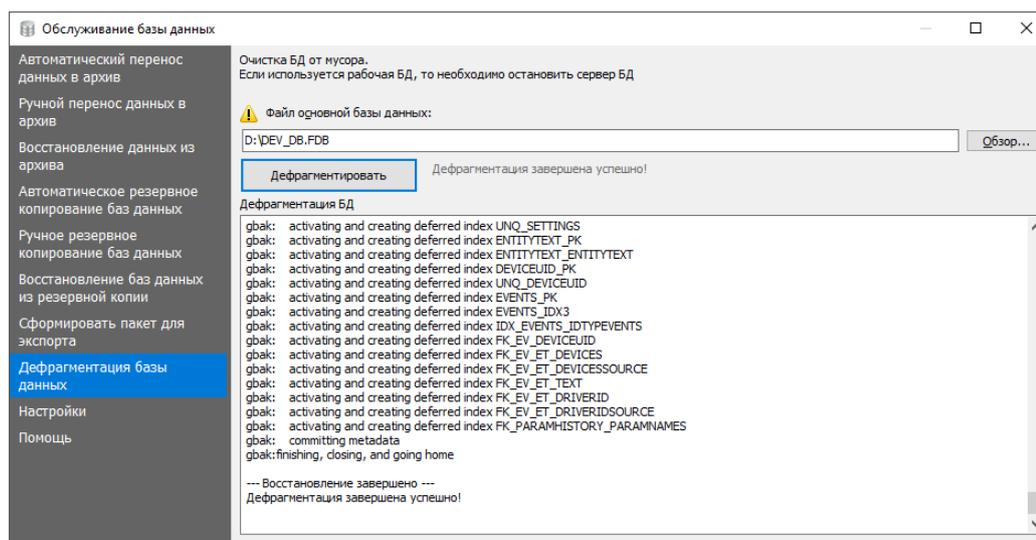

Рис. 13 Вкладка **Дефрагментация базы данных**
1. Перейти на вкладку **Дефрагментация базы данных** (Рис. 13),